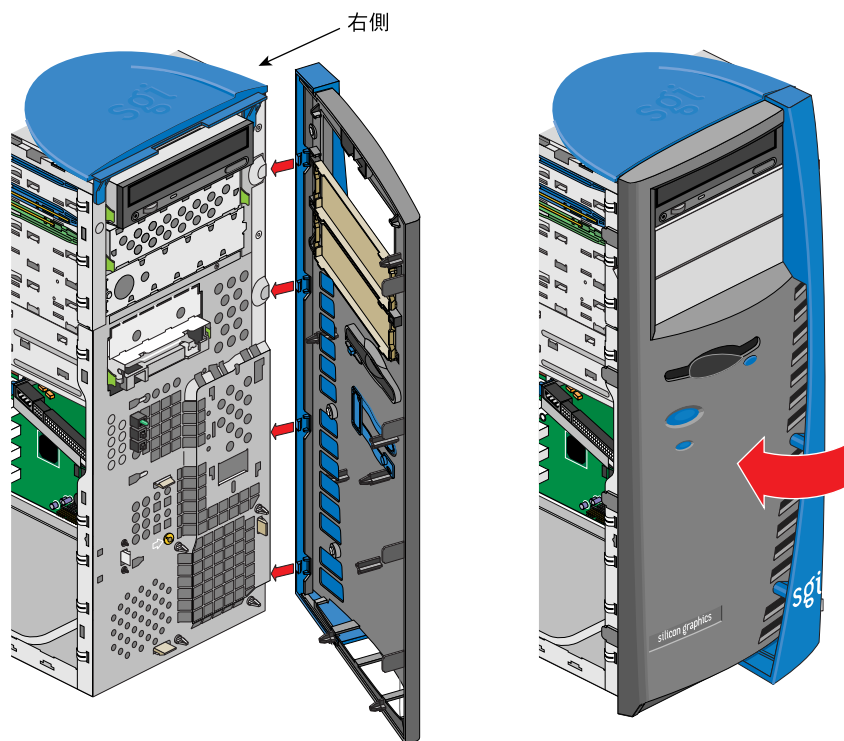

図2-31 ベゼルの取り替え
- 図2-31に示すように、ベゼルの右側にある4個のタブを確認します。
- 図2-31に示すように、それぞれのスロットに4個のタブを挿入するために、本体の上にベゼルの右側を置きます。